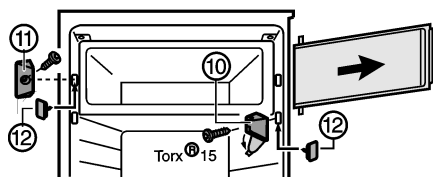

Fig. 6 \*
- Откиньте крышку на кронштейн Fig. 6 (10)\*.
- Открутите кронштейн Fig. 6 (10) с дверцей блока.\*
- Открутите запирающий элемент Fig. 6 (11) \*.
- Закройте открывшиеся отверстия прилагаемой крышкой Fig. 6 (12)\*.